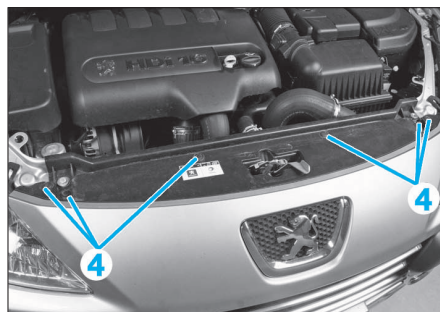

FIG. 3
- Déposer les fixations supérieures (4) (Fig.3).